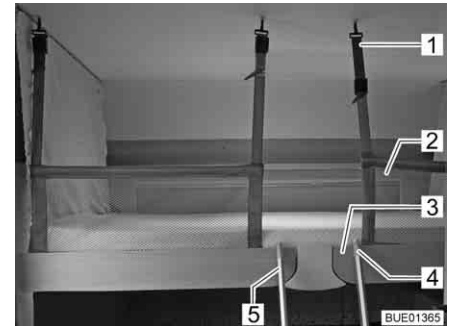

Fig. 116 Cama suspensa com rede de segurança instalada
Rede de segurança A rede de segurança (Fig. 116,2) com os cintos de segurança encontra-se por baixo do colchão da cama suspensa. Expanda a rede de segurança somente quando já ninguém se encontrar na cama suspensa.
- Suspenda os cintos de segurança (Fig. 116,1) nos ganchos existentes no teto.
Escada Suba para a cama suspensa somente com a ajuda da escada (Fig. 116,5) anexa.
- Pendure a escada (Fig. 116,5) com ambos os arcos (Fig. 116,4) na régua de manipulação (Fig. 116,3) na cama suspensa.
- Pendure a escada (Fig. 116,5) retirando-a da régua de manipulação (Fig. 116,3) na cama suspensa.